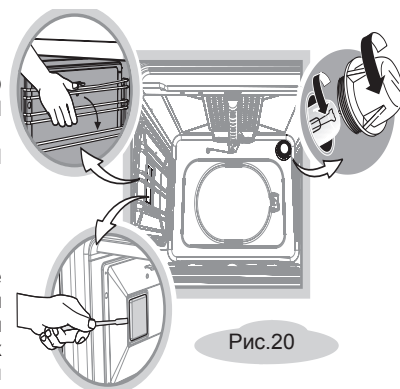

Рис.20
- Открутите стеклянный плафон (рис.20).
- Плафон боковой подсветки, при наличии, снимается с небольшим усилием. (рис. 20).